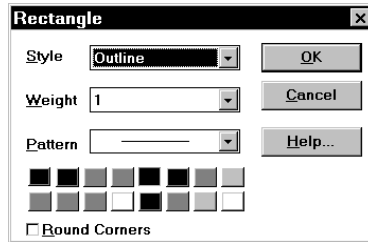

Figura 26. Cuadro de diálogo para la modificación de las propiedades de un rectángulo
- g) **Rectangle** (Rectángulo). Esta opción habilita el modo de dibujo de rectángulos. Los rectángulos se dibujan haciendo clic y manteniendo pulsado el botón izquierdo del ratón mientras se arrastra hasta liberar finalmente el botón. Haciendo un doble clic sobre el rectángulo se accede al cuadro de diálogo de la Figura 26 que permite cambiar algunas propiedades del rectángulo dibujado.